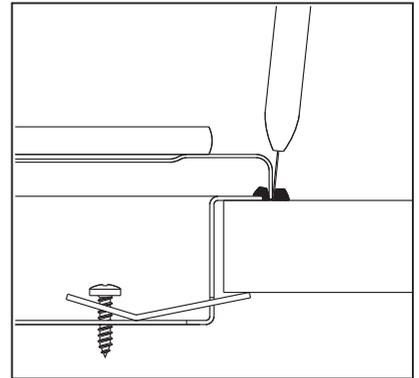

Fig. 25
3. Sujete la base del anafe al mueble mediante las grampas y tornillos provistos (Fig. 25).
14. Despegue y retire la parte sobrante del burlete. Ver fig. 25.